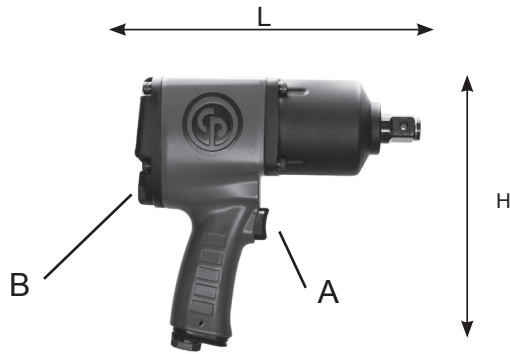

Fig. 2
1. Technical Data (see Fig 2.)
1. Datos técnicos (ver Fig. 2).